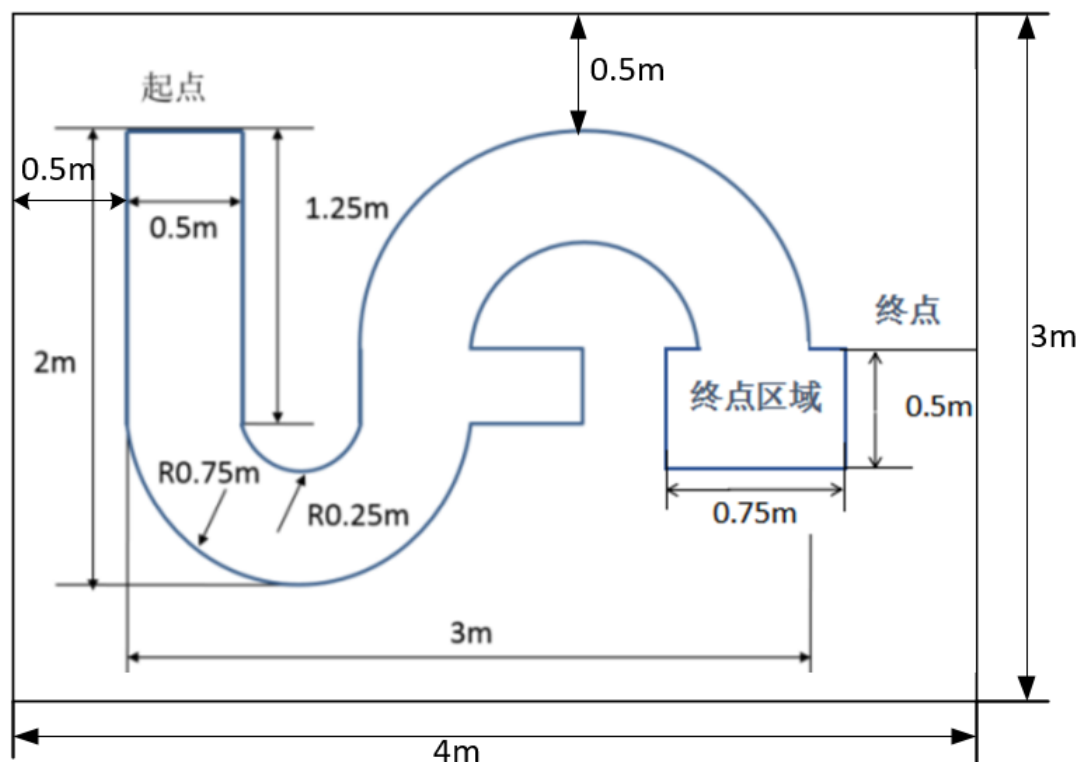

图 17 六足比赛场地
3、其他事宜说明：本赛道内为白色，赛道外为黑色。白色赛道由 PV 纸铺成，黑色赛道由 Kt 板制成。如图 17 所示。
比赛场地如图 17 所示。